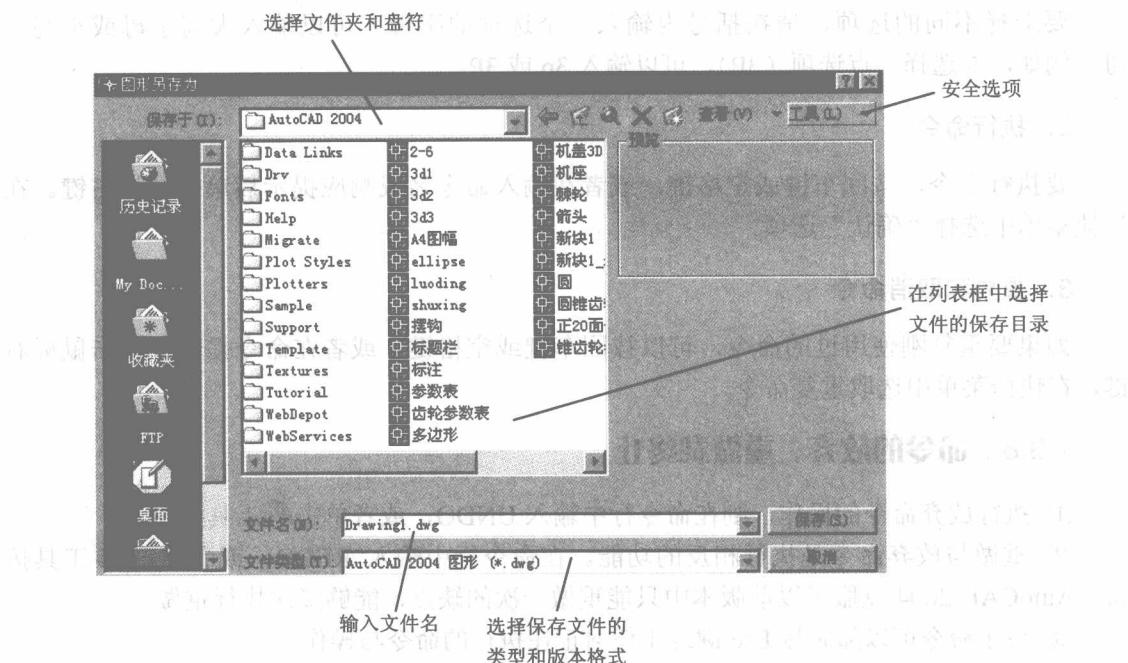

图 1.6 图形“另存为”对话框
② 在“图形另存为”对话框中的“文件名”处，输入新图形的名称（不需要输入扩展名）。然后单击“保存”按钮。图形“另存为”对话框如图 1.6 所示。